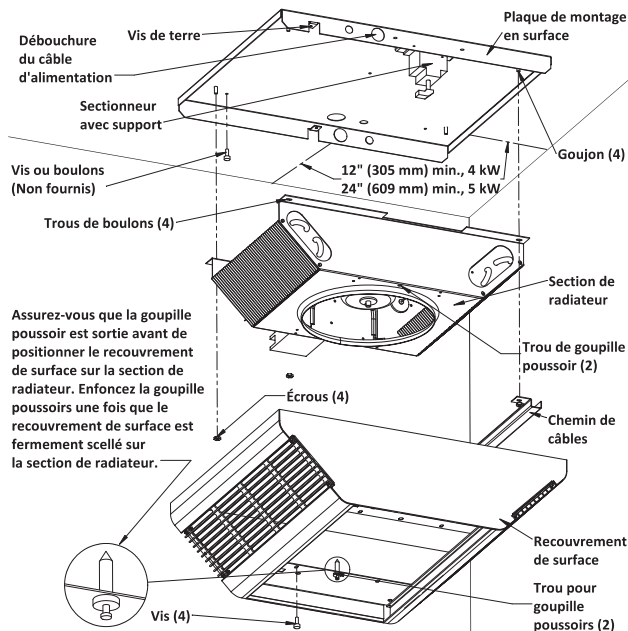

Figure 2
6. Positionnez la plaque de montage en surface contre le plafond et fixez-la avec des boulons ou des vis (Figure 2). Voyez l'avertissement N° 9. Connectez le fil d'arrivée de terre sur la vis de terre verte de la plaque de montage en surface.
10. Positionnez la section de radiateur par-dessus les goujons de la plaque de montage en surface (Figure 2).
11. Poussez la section chauffante sur les goujons et serrez solidement les deux écrous (fournis) sur les goujons pour fixer la moitié de la section chauffante opposée aux fils gainés à la plaque de montage en surface. Poussez la conduite sur les goujons en vous assurant que les fils gainés sont dans la conduite, puis serrez fermement les deux écrous (fournis) sur les goujons pour fixer la conduite et l'autre moitié de l'appareil de chauffage à la plaque de montage en surface (Figure 2).
SI VOUS N'INSTALLEZ PAS BIEN LES QUATRE ÉCROUS DE FIXATION LE RADIATEUR PEUT TOMBER (VOYEZ LA FIGURE 2).
REMARQUE : Assurez-vous que la goupille poussoir dans chaque extrémité de la grille de soufflage est tirée en position sortie pour permettre aux corps de goupille de bien entrer dans les trous de la section de radiateur (Figure 2).
15. Installez et serrez bien quatre vis (fournies) pour retenir le recouvrement de surface avec la section de radiateur (Figure 2).
SI VOUS N'INSTALLEZ PAS BIEN LES QUATRE VIS LE RECOUVREMENT DE SURFACE PEUT TOMBER (VOYEZ LA FIGURE 2).
SI VOUS N'INSTALLEZ PAS BIEN LES QUATRE VIS, LE RECOURVREMENT DE SURFACE PEUT TOMBER (VOYEZ LA FIGURE 2).
SI VOUS N'INSTALLEZ PAS BIEN LES QUATRE VIS LE RECOUVERTEMENT DE SURFACE PEUT TOMBER (VOYEZ LA FIGURE 2).